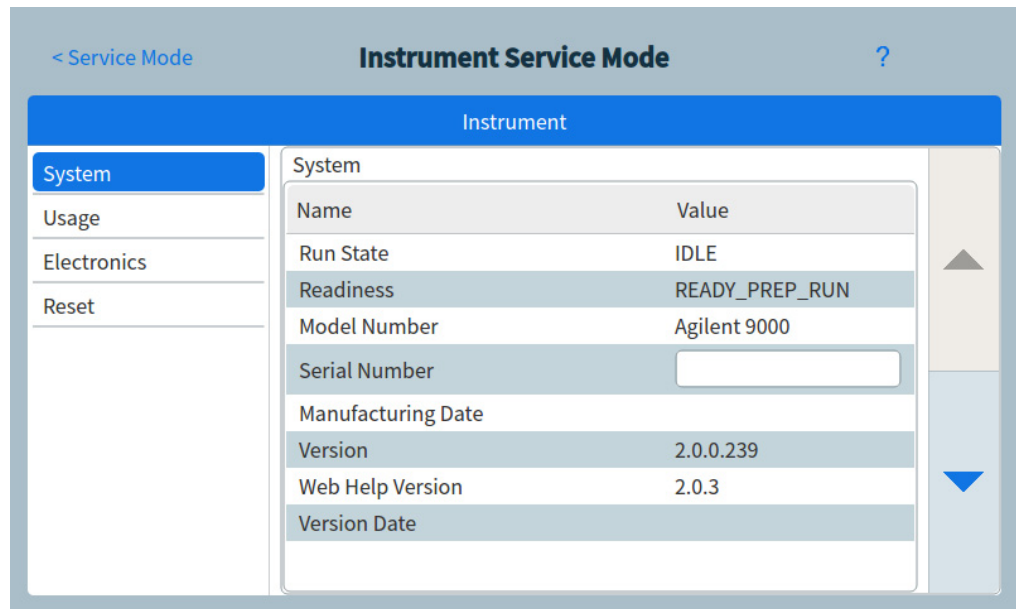

Abb. 36 Seite „Instrument Service Mode“
- 3 Wählen Sie den gewünschten Komponententyp durch Drücken der entsprechenden Schaltfläche aus. Die Service Modus-Seite für die ausgewählte Komponente wird eingeblendet. Siehe Abb. 36.